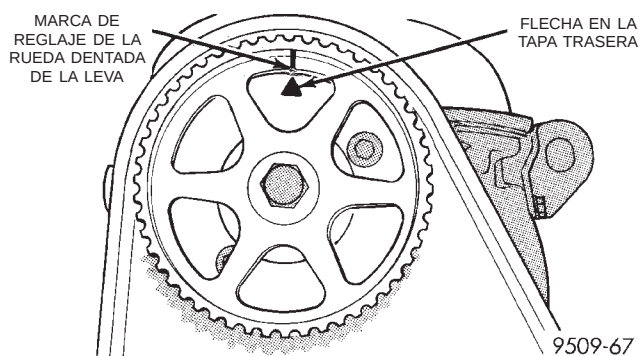

Fig. 68 Marca de reglaje del árbol de levas
(5) Coloque el árbol de levas en el PMS, alineando la marca en la rueda dentada con la flecha de la parte trasera de la tapa de la correa de distribución (Fig. 68).